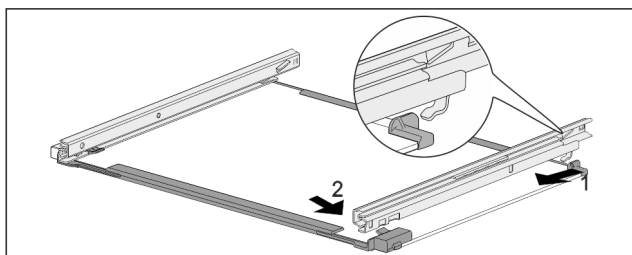

Fig. 180 Glasplatte mit Schienen
- Schiene hinten einhängen. Fig. 180 (1)
- Schiene vorne einrasten. Fig. 180 (2)